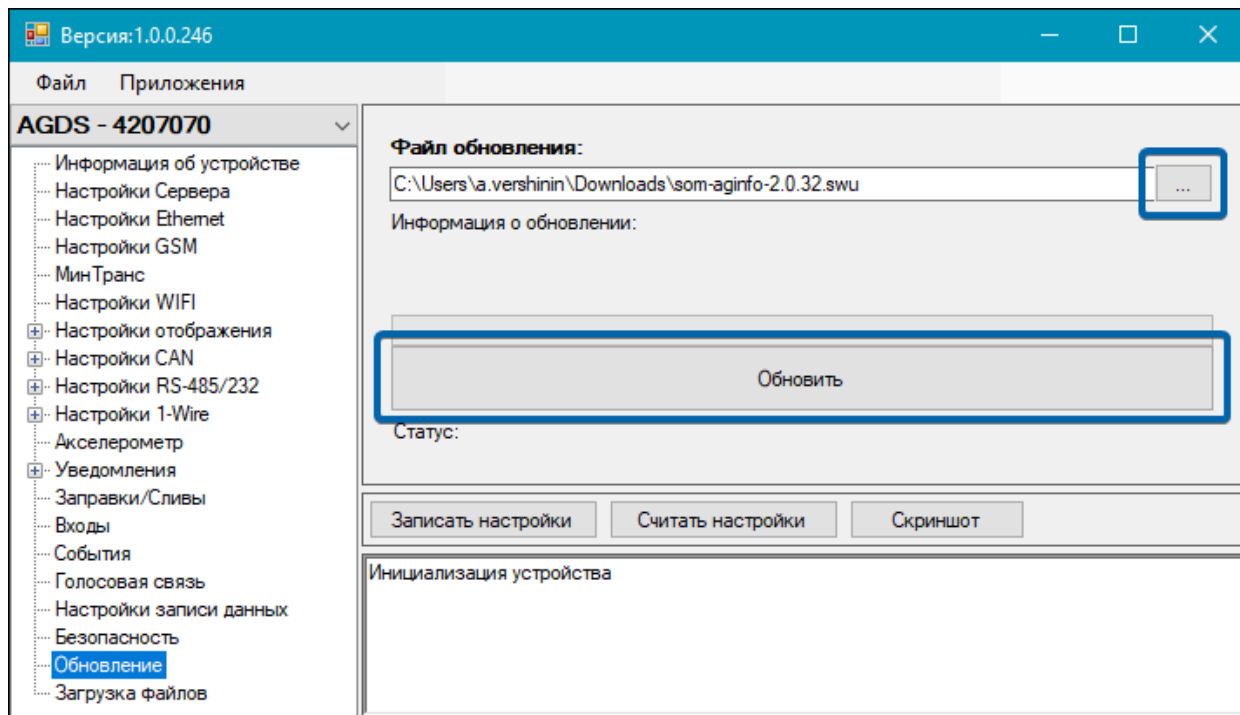

Рис.18. Обновление приложения через программу-конфигуратор
2. Выберите в списке программы-конфигуратора для АвтоГРАФ-ИНФО S пункт «Обновление» (Рис.18).